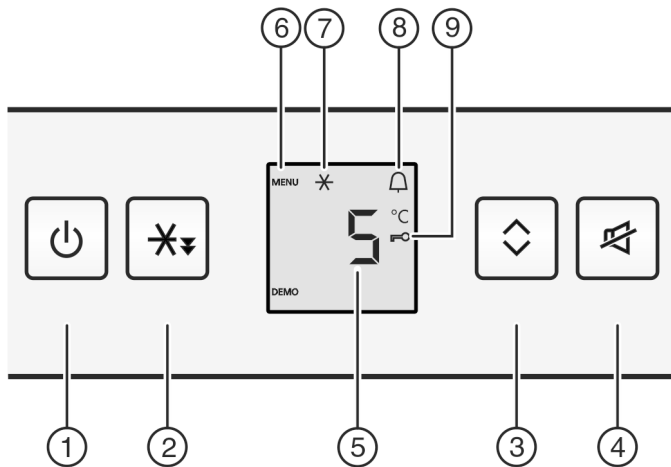

Fig. 2
- ▶ Taste On/Off Fig. 2 (1) drücken.
- ▶ Taste Schnellkühlen Fig. 2 (2) ca. 5 Sekunden drücken.
- ▷ In der Anzeige wird das Symbol Menu Fig. 2 (6) angezeigt.
- ▶ Mit der Taste Schnellkühlen Fig. 2 (2) kurz bestätigen.
- ▷ Das Symbol Kindersicherung Fig. 2 (9) leuchtet in der Anzeige.
- ▶ Die Taste On/Off Fig. 2 (1) kurz drücken.
- ▶ Taste Alarm Fig. 2 (4) drücken.
- ▶ Taste Schnellkühlen Fig. 2 (2) kurz drücken.
- ▷ Das Symbol Schnellkühlen Fig. 2 (7) leuchtet in der Anzeige.